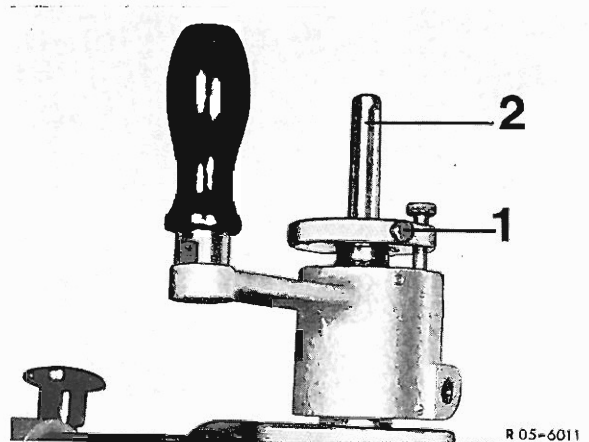

Bild 13
4 Feststellschraube (1, Bild 13) lösen, Pilotauflage (2) nach unten drücken, bis zur Auflage auf dem Piloten, Feststellschraube (1) wieder anziehen.